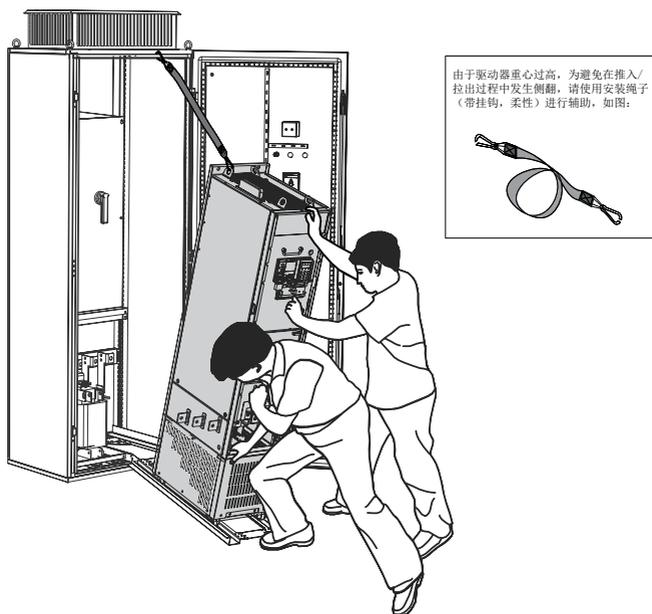
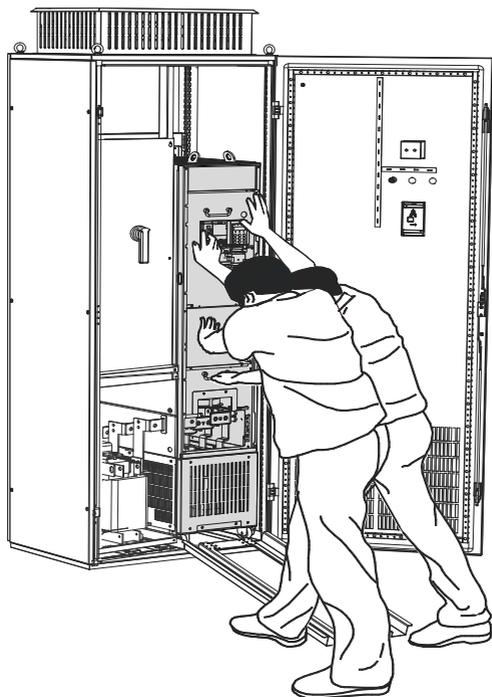

图 3-21 将驱动器缓缓推入机柜
图 3-22 完成驱动器进柜
- 需要将驱动器推入或推出机柜时，务必将驱动器脚轮对准导轨后再推入或拉出，为确保安全，必须要求两个人操作，如图 3-21、图 3-22；
5	两个人配合操作，将驱动器脚轮对准安装导轨后，缓缓推入机柜（如图 3-21、图 3-22）。安装过程中请使用安装辅助绳，避免驱动器在推入/拉出过程中发生侧翻。